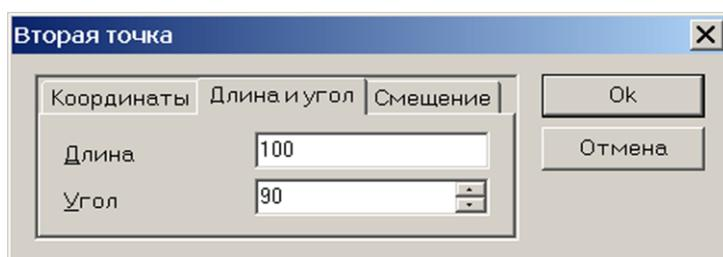

Рис. 33
4) на вкладке «**Длина и угол**» открывшегося диалогового окна «**Вторая точка**» (рис. 33) задать длину создаваемого отрезка и угол его наклона относительно горизонтальной оси.